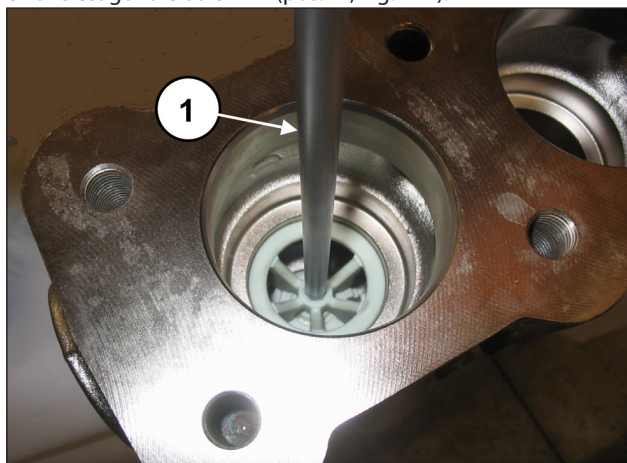

Fig. 111
Estrarre il distanziale guida valvola mediante l'utilizzo di una chiave esagonale da 8 mm (pos. ①, Fig. 111).